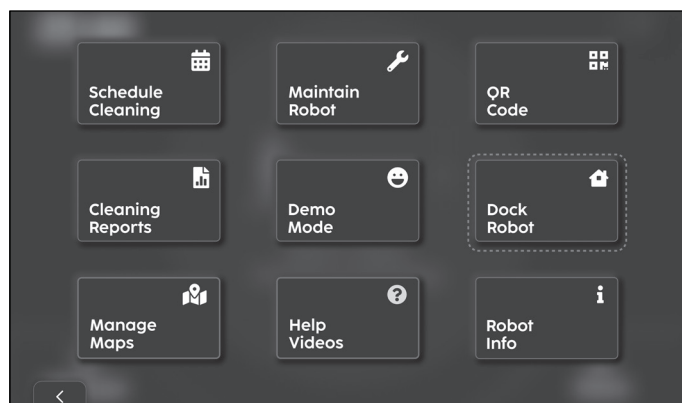

Figure 60
- Sélectionnez « Amarrer le robot » (**Fig. 60**).
- Sur l'écran tactile, sélectionnez « Amarrer le robot » (**Fig. 60**).